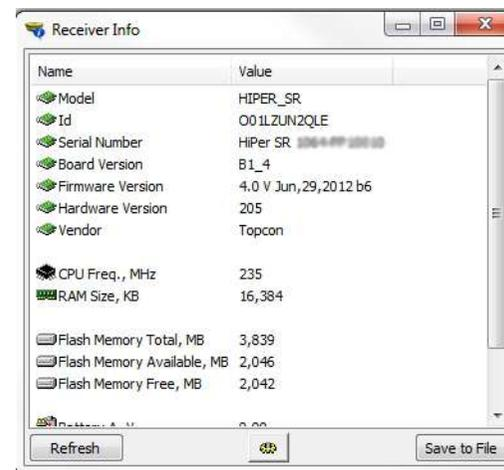

Рис. 6: TRU – Інформація о приемнике
6. В главном окне TRU нажмите пиктограмму **Информация**. Откроется окно **Информация о приемнике** (Рис. 6).